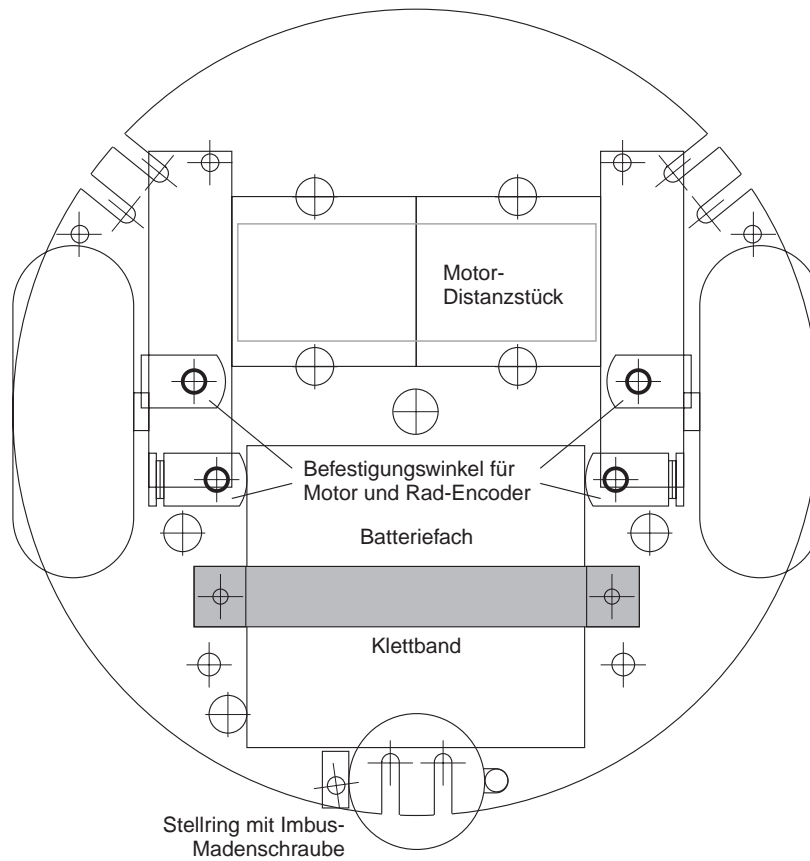

Abbildung 4.10: Draufsicht auf die zusammengebaute Platte
- Befestigen Sie das Klettband an der Unterseite des Chassis mit 4-40er Schrauben, Unterlegscheiben und Muttern. Setzen Sie das Batteriefach auf das Klettband; verdrehen Sie ein Ende des Klettbandes, und lassen Sie die beiden Enden über dem Batteriefach zusammenkletten (siehe Abbildung 4.10).